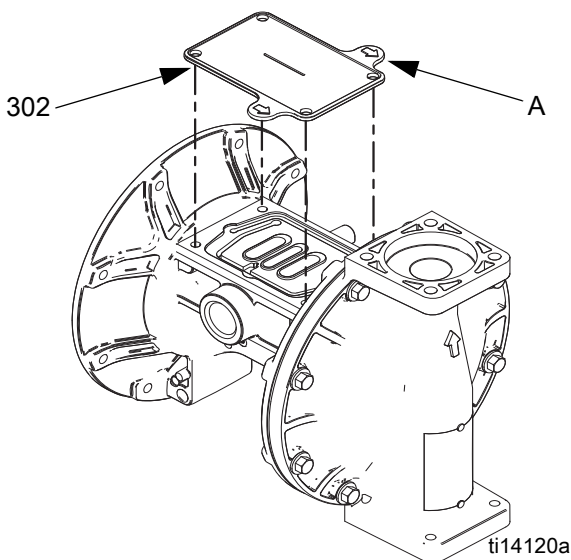

Рис. 9. Инструмент для крышки жидкостной секции
- c. Нанесите смазку на П-образные уплотнения оси (106) и на ось диафрагмы (104). Вставьте ось в корпус.
- f. Прикрепите первую крышку жидкостной секции (3). См. **Инструкции по затяжке**, стр. 18.
- a. См. Рис. 9. Поместите входящий в комплект инструмент (302) на место, где обычно находится прокладка воздушного клапана (108). Стрелки (А) должны быть обращены к уже прикрепленной крышке жидкостной секции.